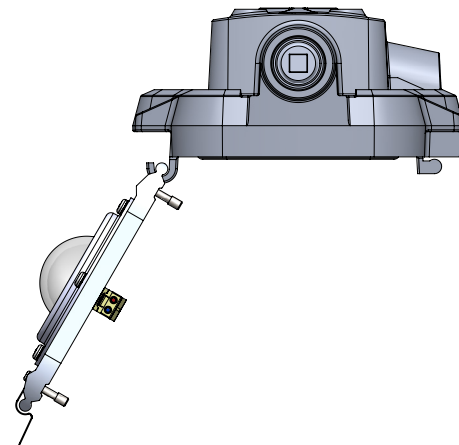

Figure 5. Retrait et installation du raccord de moteur DEL
10. Suspendre le raccord de moteur DEL aux crochets du boîtier du pilote, comme illustré à la figure 5.
8. Le raccord de moteur DEL devrait maintenant être débranché et peut être retiré des crochets du boîtier du pilote du luminaire (voir figure 5).